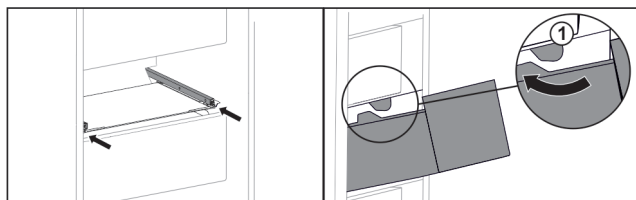

Fig. 53
- ▶ Guider le tiroir en contournant les butées Fig. 53 (1).